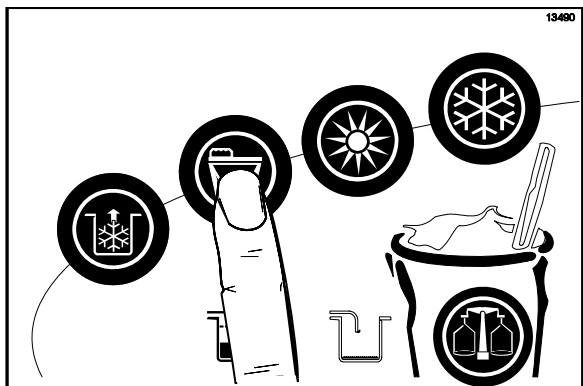

Рисунок 100
2. Поставьте ведро для смеси под раздаточным отверстием двери, нажмите на символ  (ПРОМЫВКА). (См. рис. 100)